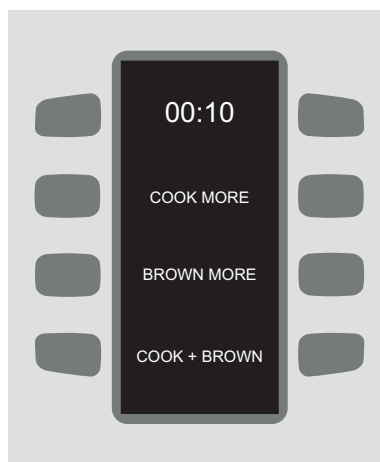

FIGURE 14 : Écran Done (Cuit) 2
- b. Cook More (Cuire plus) : Appuyez sur cette touche de fonction pour des options de cuisson supplémentaires (Figure 14) :